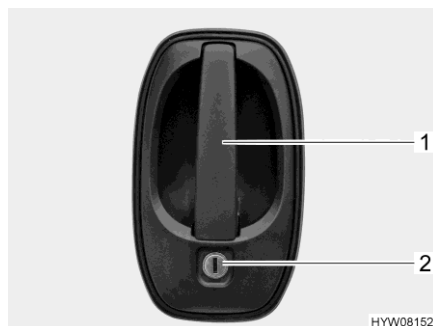

Fig. 52 Serrure de la porte (porte chauffeur/cellule à l'extérieur)
- Insérer la clé dans le barillet (Fig. 52,2) et la tourner jusqu'à ce que la serrure de la porte soit déverrouillée.
- Tirer sur la poignée de la porte (Fig. 52,1). La porte est ouverte.
- Insérer la clé dans le barillet (Fig. 52,2) et la tourner jusqu'à ce que la serrure de la porte soit verrouillée.